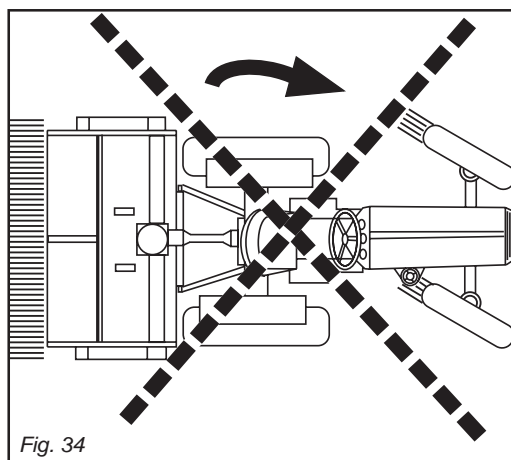

Fig. 34
*Always raise the machine when changing direction or reversing gears (Fig. 34).*
Soulever toujours la machine pour changer de direction ou pour faire demi-tour (Fig. 34).
*Die Maschine ist bei jedem Richtungswechsel unbedingt anzuheben (Abb. 34).*
Siempre levante la máquina para cambiar de dirección e invertir la marcha (Fig. 34).